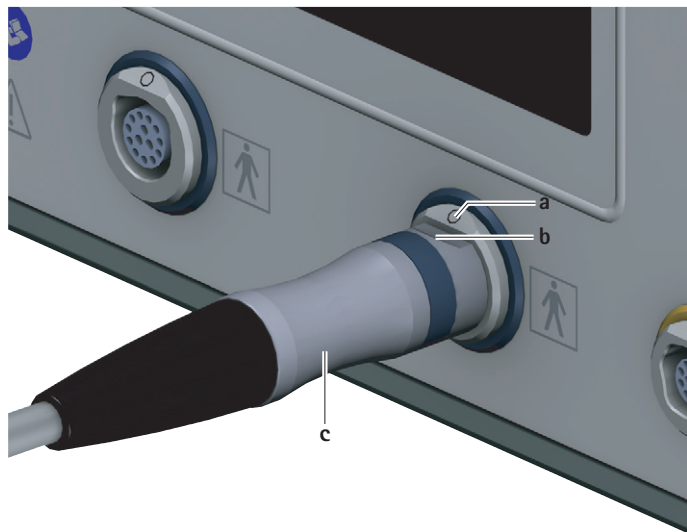

Fig. 3 Collegamento cavo motore
- Orientare il connettore per la centralina **c** sul cavo motore in modo che la marcatura **b** del connettore coincida con quella **a** presente sulla presa di collegamento dei motori **7**, vedere Fig. 3.
- ▶ Estrarre il connettore del cavo motore **c** dalla centralina **7**, vedere Fig. 3.